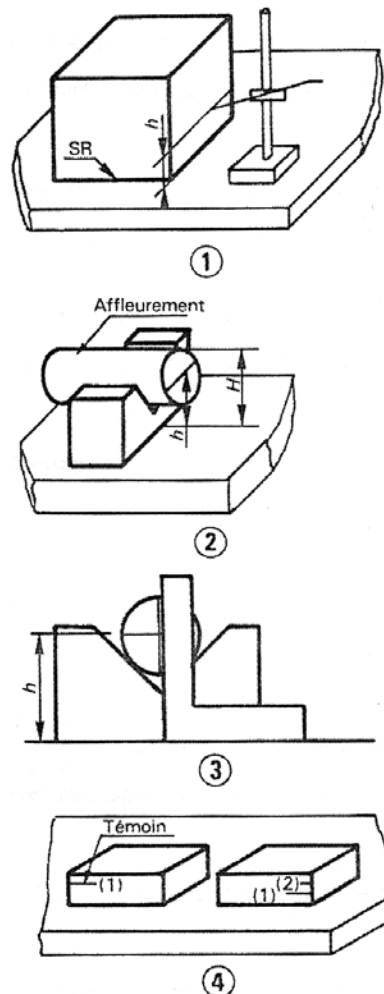

Figure 2
**Opération éventuelle** (figure 2)